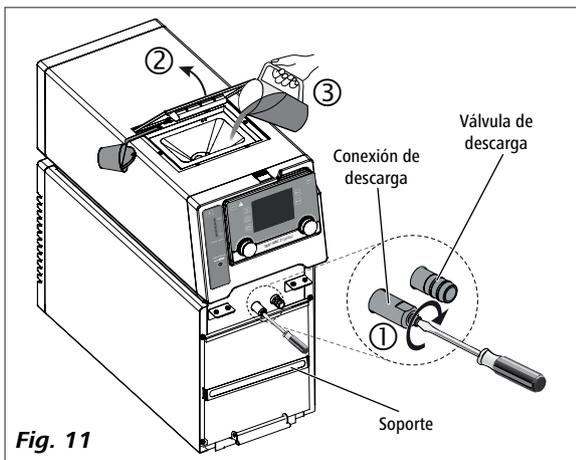

Fig. 11
- Asegúrese de que la válvula de descarga esté cerrada (Gire hacia la derecha hasta el tope; consulte la Fig. 11).